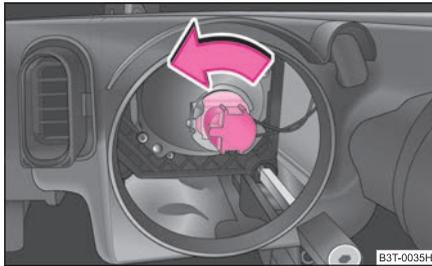

Abb. 219 Ausbau der Glühlampe für Abblendlicht
- Den Stecker mit der Glühlampe bis zum Anschlag nach links drehen und herausnehmen ⇒ Abb. 219.